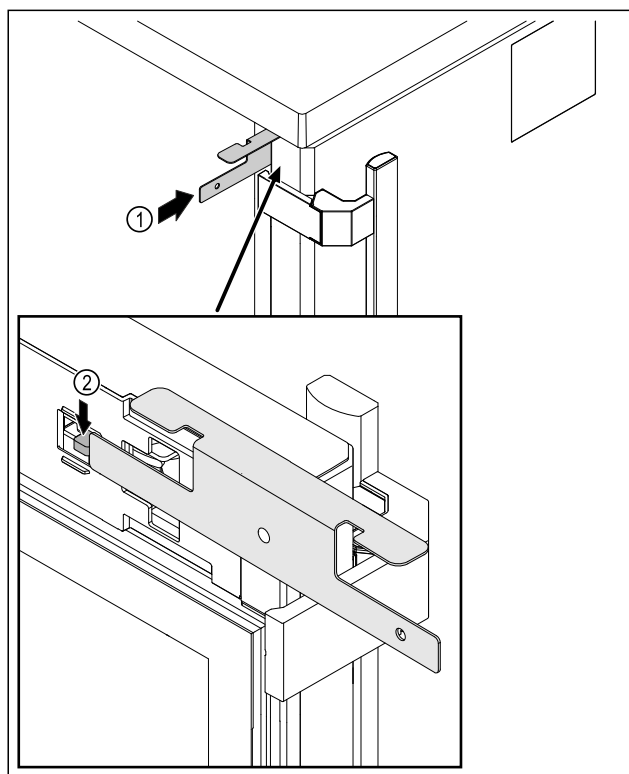

Fig. 218
- Indsæt nødoplåsningsnøglen Fig. 218 (1) mellem døren og enhedens krop.
- Tryk låsekrogen Fig. 218 (2) i retning af hængslet.